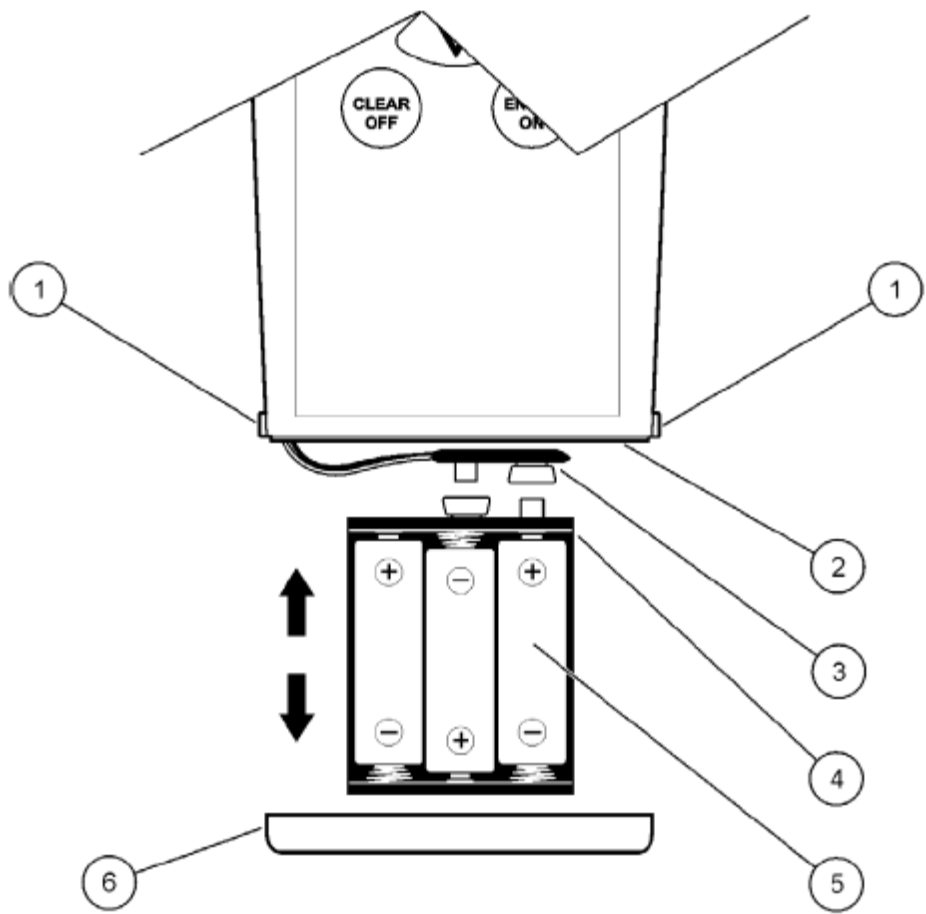

图 2：插入电池
仪器是使用 6 节可充电的电池或标准电池操作的（NiMH 或碱性电池）。(图 2)。
- 2、将电池支架从电池室中取出来（图 2）。